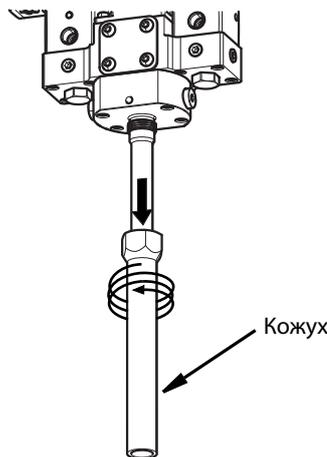

Рис. 20
4. Снимите кожух с динамического смешивающего клапана Voltex. См. Рис. 20.